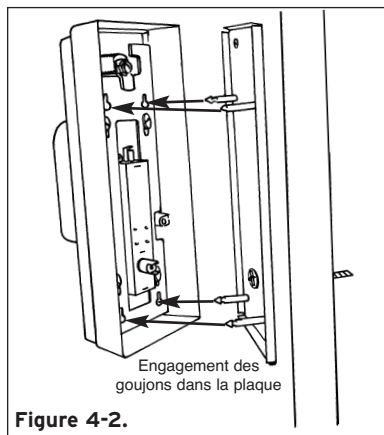

Figure 4-2.
- 4) La clé de contrôle doit être tournée vers la droite (en sens horaire). Engager les goujons du support de fixation dans la plaque du boîtier de serrure (**voir Figure 4-2**).